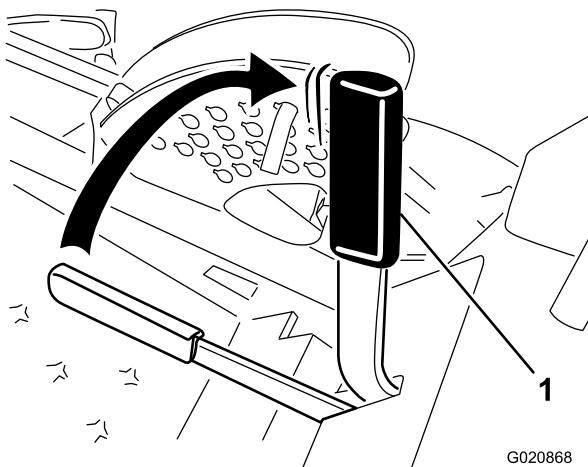

Figure 45
2. Tirez le frein de stationnement vers le haut et l'arrière pour le serrer (Figure 45).